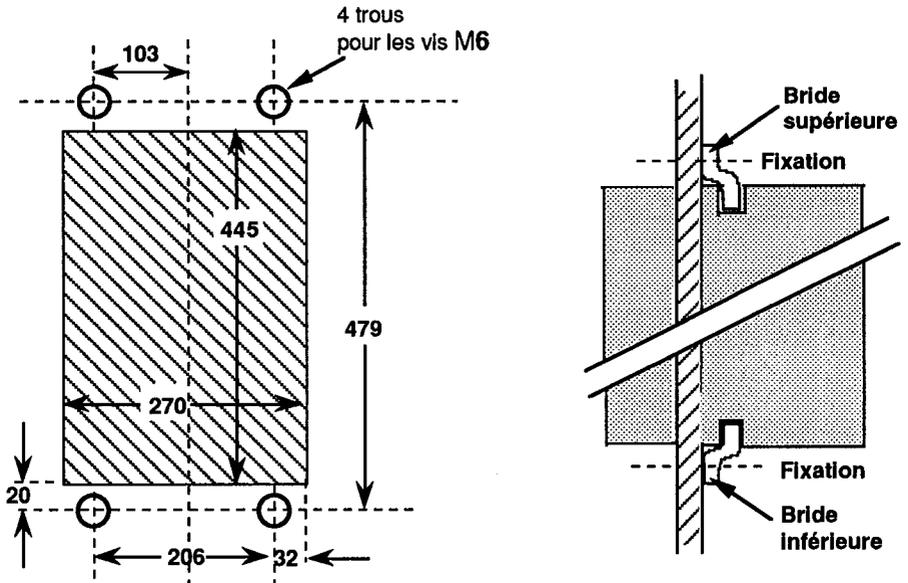

Figure 2.7. Cotes de perçage, découpe et position des brides
- Encastrer le gradateur à l'intérieur de l'ouverture découpée (fig.2.7).